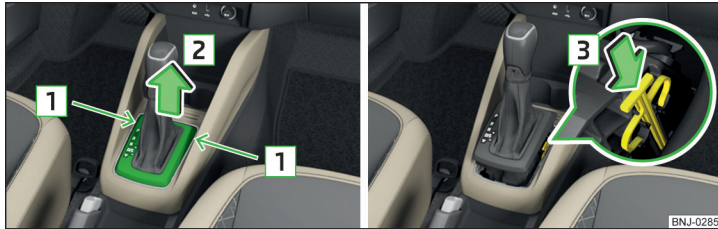

Abb. 196 Abdeckung abnehmen / Wählhebel entriegeln
- Einen Schlitzschraubendreher oder ein ähnliches Werkzeug in den Spalt im Pfeilbereich **1** » Abb. 196 einschieben und die Abdeckung in Pfeilrichtung **2** vorsichtig anheben.